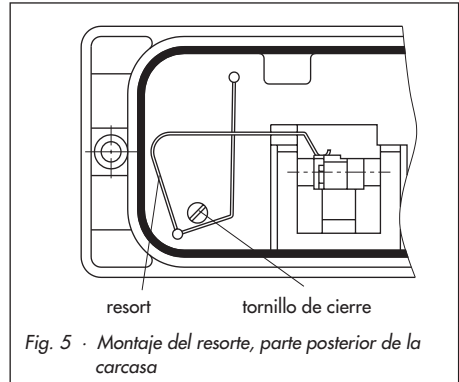

Fig. 5 · Montaje del resorte, parte posterior de la carcasa
- Quitar el tornillo de cierre de la parte posterior del posicionador (fig. 5) y cerrar la salida lateral de la presión de mando "output" con el tapón incluido en los accesorios.
- Montar el posicionador de forma que el taladro de la placa intermedia (15) con la junta tubular quede sobre el taladro del puente.
Para que el pivote (27a) apoye correctamente en el ángulo (28) debe colocarse en la parte posterior de la carcasa del posicionador el resorte incluido en los accesorios, tal como se indica en la fig. 5.
leva, debe colocarse el resorte 1400-6660 de los accesorios, en el lado posterior de la caja del posicionador según fig. 5.